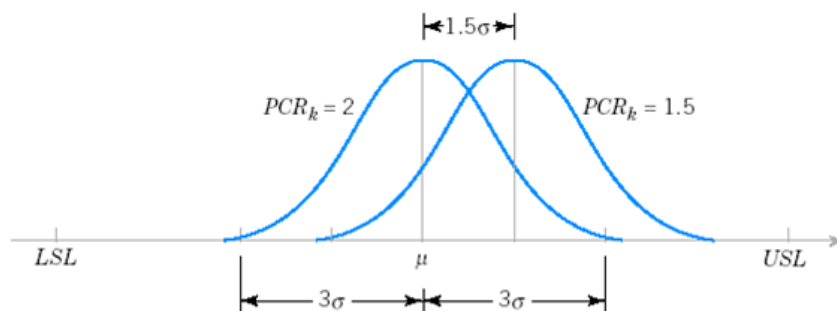

Figura 6.11: Media de un proceso *Seis Sigma* desplazada 1,5 desviaciones típicas.
- ▷ En ese caso la *distancia* de μ , la media del proceso, al límite de especificación más cercano (LSL o USL) es de 6 veces σ (ver Figura 6.11).